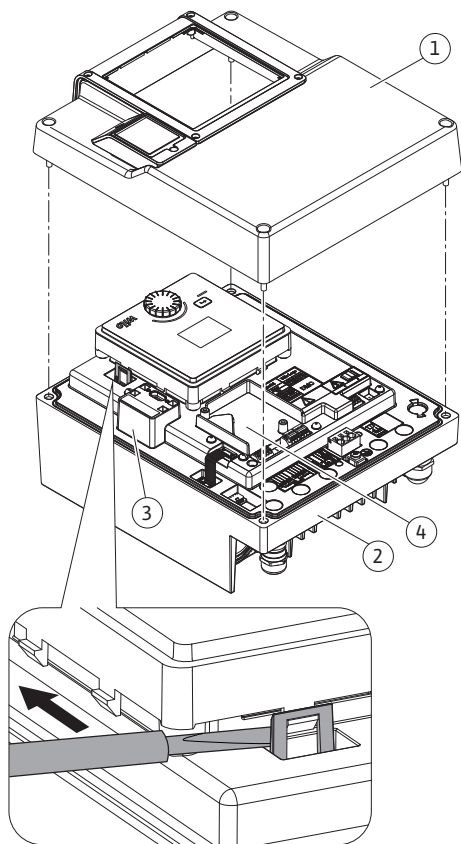

Fig. 26: Elektronikmodul
CIF-moduler (tilbehør) bruges til kommunikation mellem pumper og bygningsstyringsteknik. CIF-moduler sættes i elektronikmodulet (Fig. 26, pos. 4).